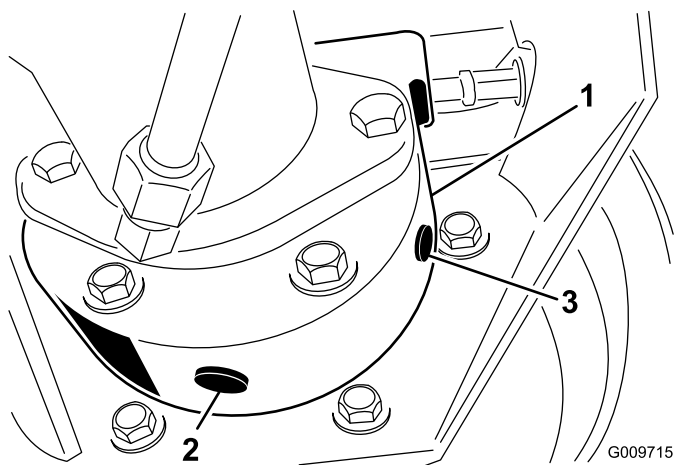

Рисунок 54
3. Подставьте поддон под корпус тормоза, снимите пробку сливного отверстия и дайте трансмиссионному маслу стечь (Рисунок 54).